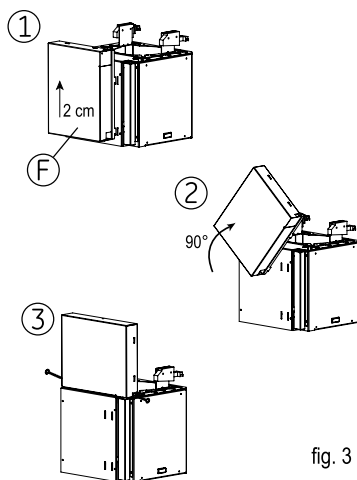

fig. 3
- Retire a fita adesiva da caixa (fig.3)
- Levante a caixa cerca de 2 cm e, depois de soltá-la, faça-a girar 1/4 de volta; deslize e fixe-a com o auxílio dos 2 parafusos por cima do motor (fig 3).
- Se possuir um tubo com 125 mm de diâmetro, utilize o adaptador fornecido (fig. 3).